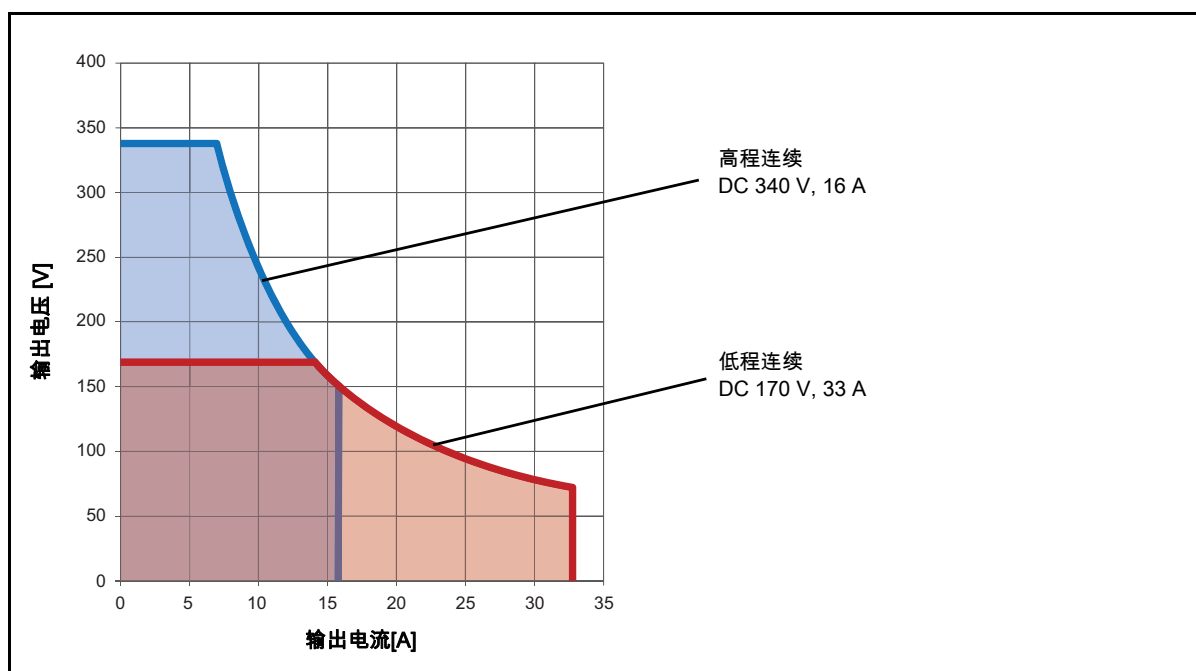

图 15-1：允许的工作范围 1 x DC 340 V 16 A
2. 参见第 208 页的图 15-1：“允许的工作范围 1 × DC 340 V 16 A”
2. 参见第 208 页的图 15-1：“允许的工作范围 1 x DC 340 V 16 A”